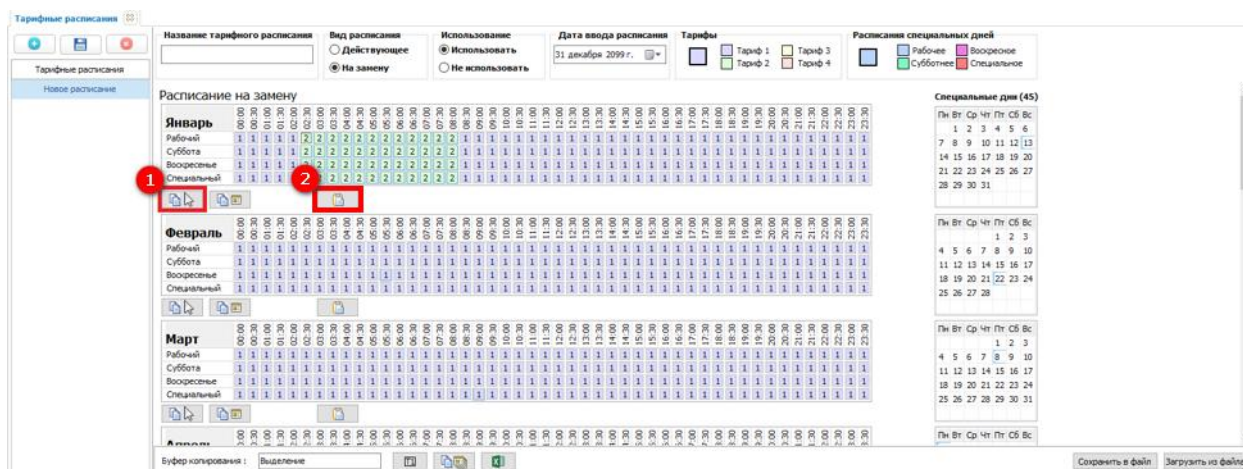
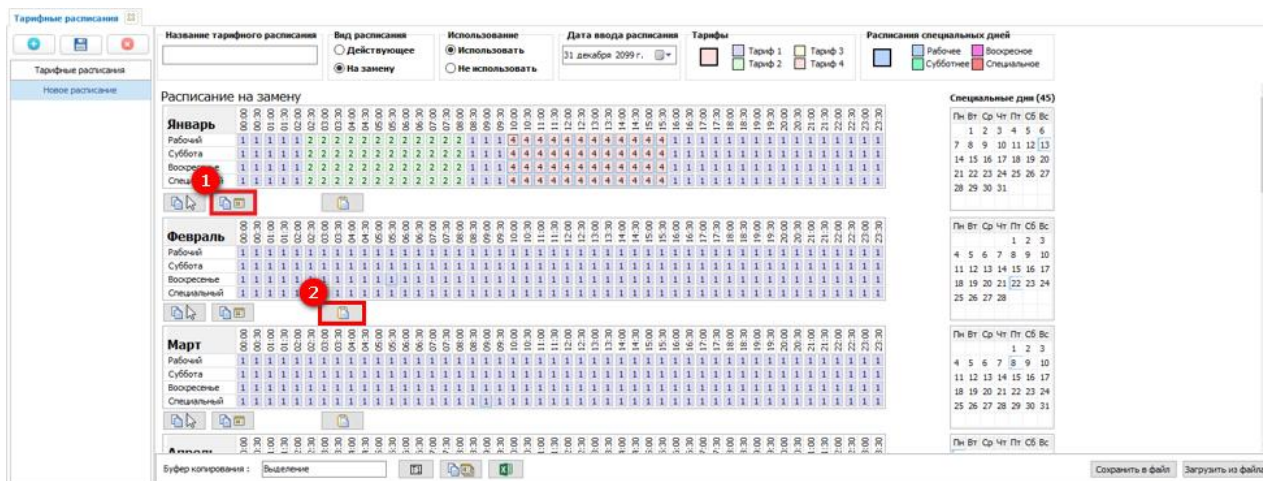

Рисунок 198 – Копирование диапазона тарифов
Рисунок 199 – Копирование месячного тарифного расписания
Кнопка **Копировать выделение** (1) (см. рисунок 198) предназначена для копирования тарифов диапазона получасовых интервалов. Необходимо выделить мышью копируемый диапазон (прямоугольную область), нажать кнопку **Копировать выделение**, после чего выбрать ячейку, с которой необходимо начать вставку и нажать кнопку **Вставить** (2).
Кнопка **Копировать месяц** (1) (см. рисунок 199) предназначена для копирования тарифного расписания на месяц. Нажатие кнопки скопирует в буфер обмена тарифные настройки соответствующего месяца. Нажатие кнопки **Вставить** (2) перенесет скопированные настройки в выбранный месяц.
Кнопки **Вставить** (2) (см. рисунок 198 и рисунок 199) активизируются после нажатия кнопки **Копировать выделение** (1) (см. рисунок 198) или **Копировать месяц** (1) (см. рисунок 199).